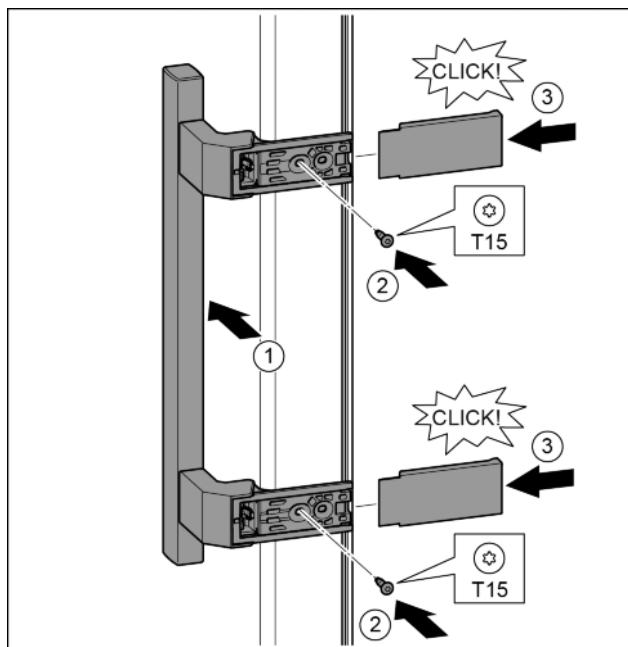

Fig. 18
- Встановіть ручку з протилежного боку. Fig. 18 (1)
- Закрутіть гвинти за допомогою викрутки T15. Fig. 18 (2)
- Встановіть кришки з боків та вставте їх. Fig. 18 (3)